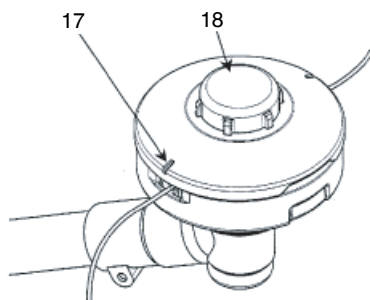

Fig. 14
Si la marca del límite de desgaste (17) en la caja ya no se ve o hay un agujero en la parte inferior (18) del botón, cambie las piezas nuevas inmediatamente. (Fig. 14)